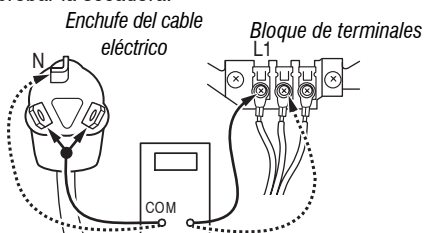

Figura 3a: Conexiones entre enchufe y terminal para la secadora eléctrica
3. Con un ohmímetro, verifique la continuidad entre la terminal neutra (N) del enchufe y el contacto central en el bloque de terminales. Vea la Figura 3a.
4. De manera similar, compruebe qué terminal del enchufe está conectada al contacto ubicado en el extremo izquierdo del bloque de terminales y anótelos. Esto será L1 (cable negro) en el diagrama de cableado. Vea la Figura 3a.